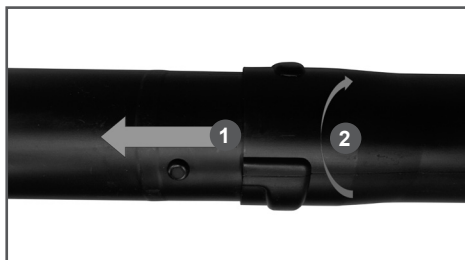

Рис. 6 Соединение напорных труб
4. Соедините две напорные трубы. Соедините выступы на одной трубе с пазами в другой трубе. Нажмите на трубу до упора (Рис. 6 п.1) и поверните ее как указано на Рис. 6 (п.2) до плотной её фиксации.